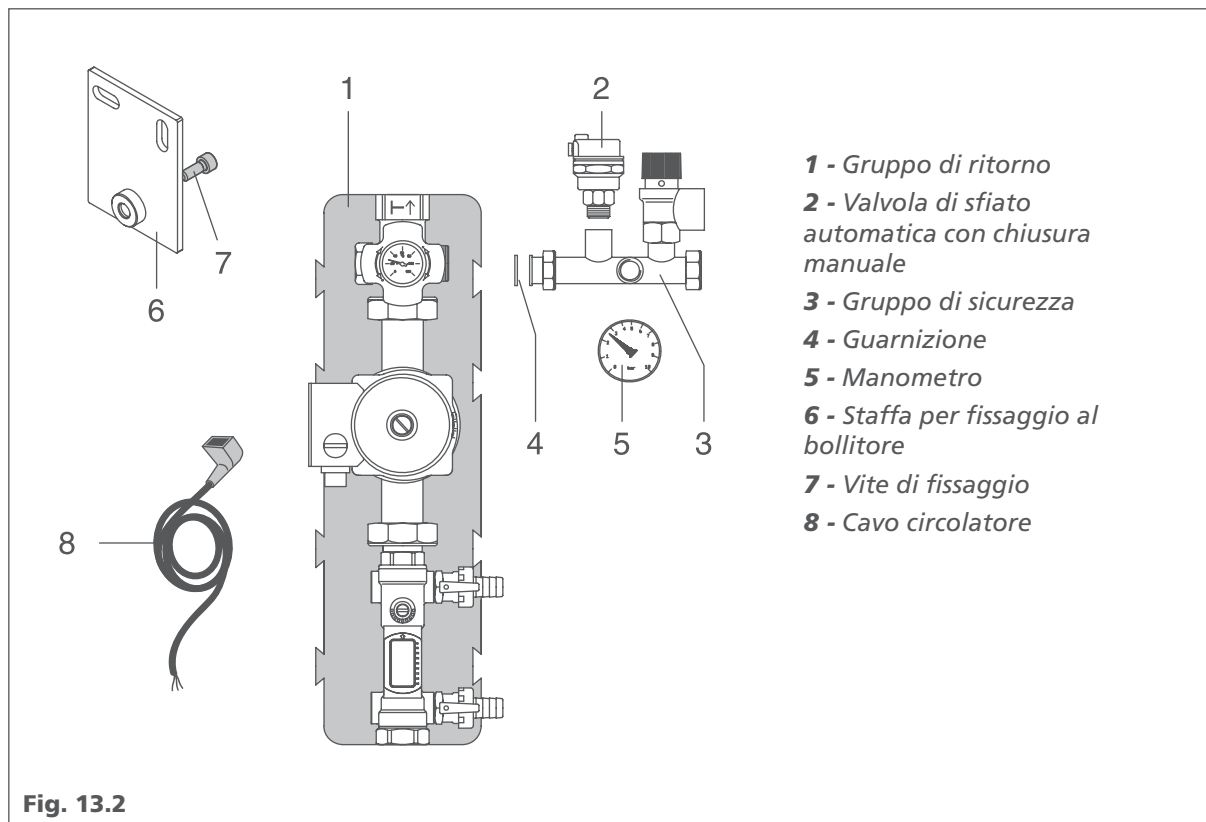

Fig. 13.2
**Kit idraulico di ritorno (Fig. 13.2)**